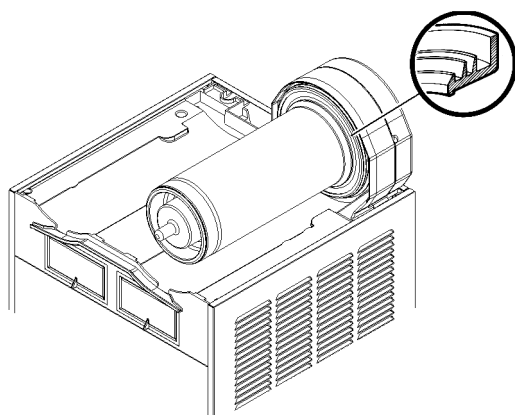

figure 14
- 4 Remonter le joint d'étanchéité du réservoir dans son siège. Remarque: Le bord ayant le diamètre le plus large doit être appuyé contre la paroi postérieure (voir figure 14).